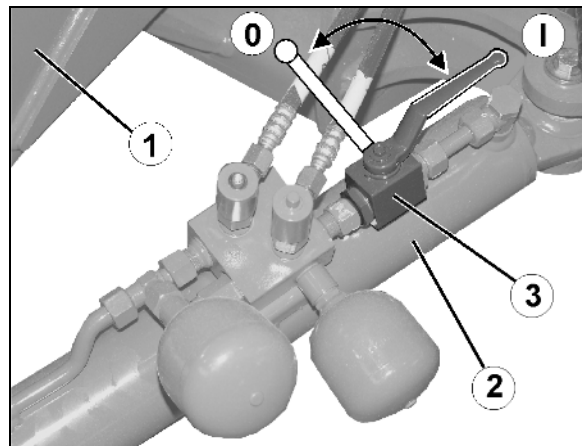

图 42
可以自动精确捕捉轨迹的 AutoTrail 随动控制器会采集牵引杆 (图 42/1)
1. 将角度探测杆 (图 42/2) 插入塑料衬套 (图 42/3)。
2. 将转角传感器 (图 42/4) 插入插口 (图 42/5)。